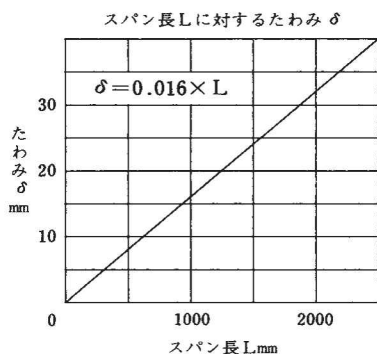

図 29
- (2) その時のたわみが、図 29 のスパン長 L に対する δ になる様ベルト張力を調整して下さい。